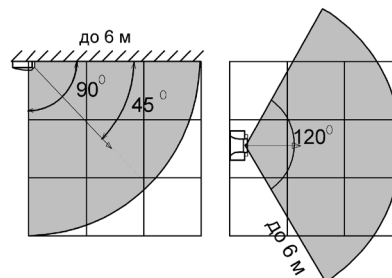

Рисунок 1- Диаграмма зоны обнаружения АК-канала
- при выборе места установки следует принимать во внимание диаграмму направленности извещателя (рисунок 1);